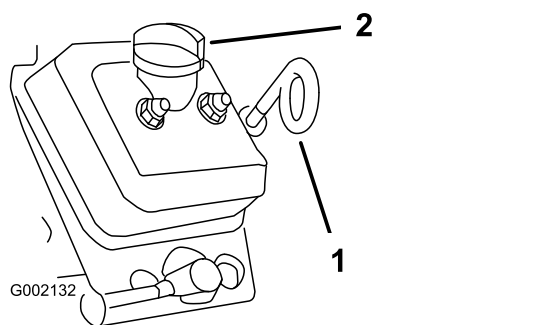

図 33
3. ディップスティックや給油口からごみが入ってエンジンを傷つけないように、ディップスティックと補給キャップ 図 33 の周囲をウェスできれいに拭く。
4. ディップスティックを抜いて、付いているオイルをふき取る 図 33。
5. ディップスティックを、チューブの根元までもう一度完全に差し込む 図 33。
8. キャップを取り付ける 図 33。
9. ディップスティックを取り付ける。奥まで完全に差し込むこと 図 33。